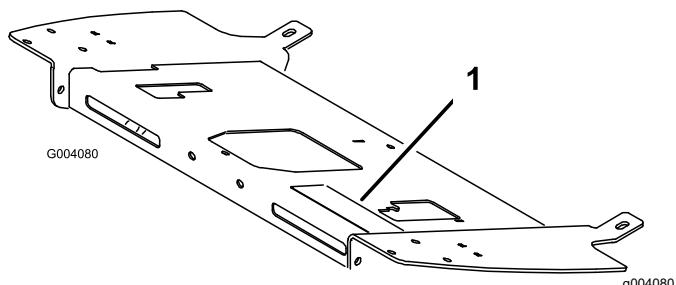

Figure 14
3. Collez l'autocollant de danger approprié sur l'autocollant existant de la plateforme de l'opérateur (Figure 14) :